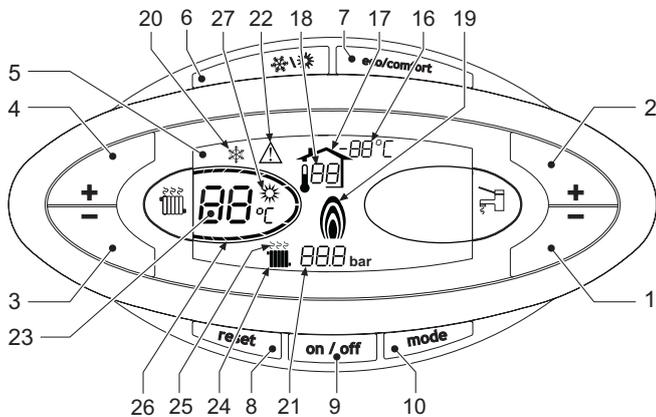
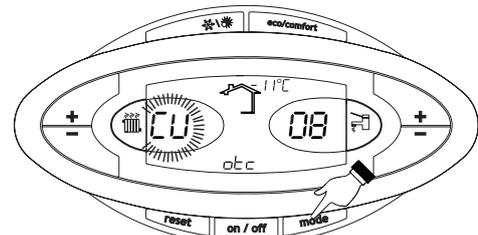
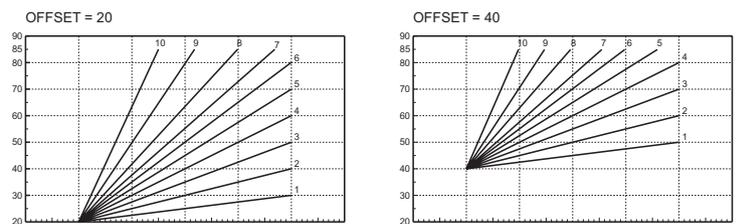

fig. 1 - Bedienblende
fig. 9 - Ausgleichskurve
fig. 12 - Beispiel für die Parallelverschiebung der Ausgleichskurven
Die Taste **on/off** (Pos. 9 - fig. 1) 1 Sekunde lang drücken.
Um den Kessel wieder einzuschalten, die Taste **on/off** (Pos. 9 fig. 1) erneut 1 Sekunde lang drücken.
- Die Taste ON/OFF (9 - fig. 1) drücken
Die Taste **Sommer/Winter** (Pos. 6 - fig. 1) 1 Sekunde lang drücken.
Am Display leuchtet das Symbol Sommer (Pos. 27 - fig. 1) auf: Der Kessel gibt nur Warmwasser ab. Das Frostschutzsystem bleibt aktiv.
Um die Betriebsart Sommer zu deaktivieren, die Taste **Sommer/Winter** (Pos. 6 - fig. 1) 1 Sekunde lang drücken.
Die Temperatur mit den **Heizungstasten** (Pos. 3 und 4 - fig. 1) auf mindestens 30 °C bis höchstens 80 °C einzustellen.
Die Temperatur mit den **Brauchwassertasten** (Pos. 1 und 2 - fig. 1) auf einen Wert zwischen mindestens 10°C und höchstens 65°C einstellen.
Bei Installation eines Außentemperaturfühlers (optional) wird am Display der Bedienblende (Pos. 5 - fig. 1) die vom Außentemperaturfühler gemessene, aktuelle Außentemperatur angezeigt. Das Regelsystem des Kessels arbeitet mit "Gleittemperatur". In diesem Modus wird die Temperatur der Heizanlage witterungsgeführt, um einen erhöhten Komfort und eine weitgehende Energieersparnis im Verlauf des gesamten Jahres zu gewährleisten. Bei Anstieg der Außentemperatur verringert sich die Heizungs-vorlauftemperatur gemäß einer bestimmten „Ausgleichskurve“.
Bei Regelung mit Gleittemperatur ist die mit den **Heiztasten** (Pos. 3 und 4 - fig. 1) eingestellte Temperatur die maximale Vorlauftemperatur. Es empfiehlt sich die Einstellung auf den Höchstwert, sodass das System die Regelung im gesamten möglichen Betriebsbereich ausführen kann.
Durch einmaliges Drücken der Taste **mode** (Pos. 10 - fig. 1) wird die aktuelle Ausgleichskurve (fig. 9) angezeigt, die mit den Tasten der **Warmwasserbereitung** (Pos. 1 und 2 - fig. 1) geändert werden kann.
Durch Drücken der **Heiztasten** (Pos. 3 und 4 - fig. 1) hat man Zugriff zur Parallelverschiebung der Kurven (fig. 12), die mit den Tasten der **Warmwasserbereitung** (Pos. 1 und 2 - fig. 1) geändert werden kann.
Durch erneute Betätigung der Taste **mode** (Pos. 10 - fig. 1) wird die Einstellung der Parallelkurven verlassen.
Wenn der Heizkessel mit einem Raumregler (optional) verbunden ist, werden die oben beschriebenen Regelungen gemäß den Angaben in tabella 1 gehandhabt. Außerdem wird am Display der Bedienblende (Pos. 5 - fig. 1) die vom Raumregler gemessene aktuelle Raumtemperatur angezeigt.
Wahl Eco/Comfort	Wenn die Warmwasserbereitung vom Menü des Raumreglers deaktiviert wird, schaltet der Kessel auf die Betriebsart Economy. In dieser Betriebsbedingung ist die Taste 7 - fig. 1 an der Bedienblende des Kessels deaktiviert. Wenn die Warmwasserbereitung vom Menü des Raumreglers aktiviert wird, schaltet der Kessel auf die Betriebsart Comfort. In dieser Betriebsbedingung kann mit der Taste 7 - fig. 1 an der Bedienblende des Kessels eine der zwei Betriebsarten gewählt werden.